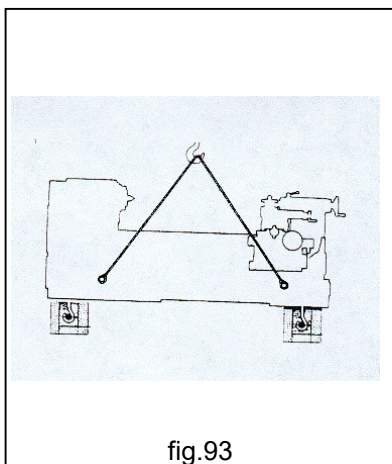

fig.93
- **NUNCA** use la grúa para mantener en tensión elementos vinculados al suelo (fig.93).